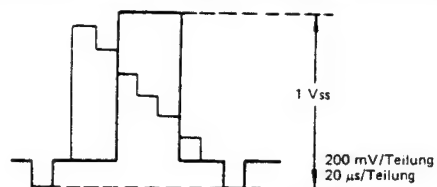

Abbildung 2-9.
2. Dem Gerät ein Farbbalkensignal (treppenförmige Wellenform) zuleiten. Den Ausgang an beiden Enden des 75-Ohm-Widerstands mit Hilfe eines Oszilloskops (externer Trigger, TP2204) beobachten, und R253 (E-E-Pegelregler) so einstellen, daß sich die aus Abbildung 2-9 ersichtliche Wellenform ergibt.